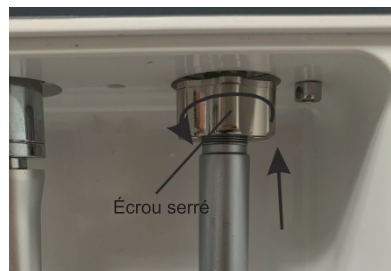

Figure 8
2. Ouvrez le couvercle de la porte, installez la pièce à main sur le connecteur et serrez l'écrou (Comme le montre la figure 8)